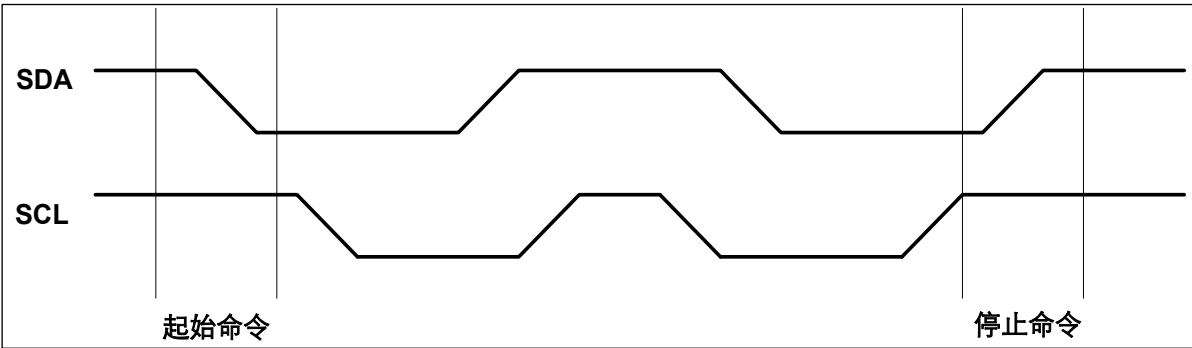

图 19-4 起始 (Start) 与停止(Stop)命令定义
**起始命令:** 当 SCL 为高, SDA 由高到低的变化被视为起始命令, 必须以起始命令作为任何一次读/写操作命令的开始(参见图 19-4)。
**停止命令:** 当 SCL 为高, SDA 由低到高的变化被视为停止命令, 在一个读操作后, 停止命令会使 EEPROM 进入等待态低功耗模式(参见图 19-4)。